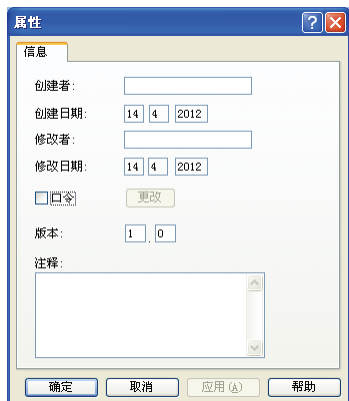
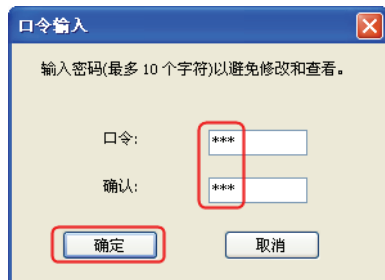

图9-9 属性
图9-10 编写代码
4) 插入与函数相关的附加信息，并加密。单击菜单栏的“编辑”→“信息”，弹出如图9-9所示的对话框，勾选“口令”选项，弹出如图9-10所示的对话框，在“口令”和“确认”中输入相同的密码（本例中输入的是“123”），单击“确定”按钮，回到图9-9所示的对话框，再单击“确定”按钮即可。